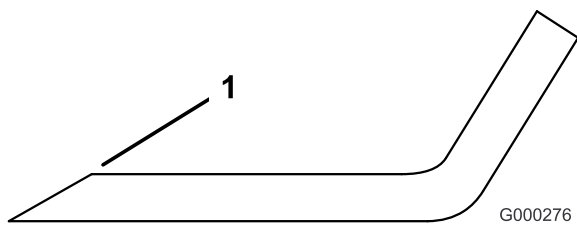

Figure 96
1. Au moyen d'une lime, aiguissez les tranchants aux deux extrémités de la lame (Figure 96). Veillez à conserver l'angle de coupe d'origine. Limez la même quantité de métal sur chacun des deux tranchants pour ne pas déséquilibrer la lame.